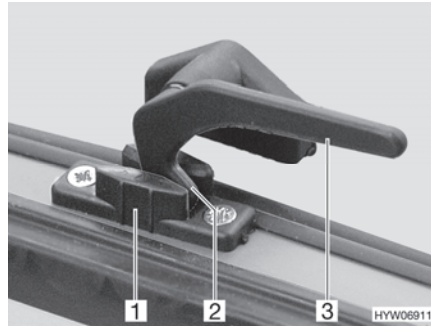

Bild 38 Låsarm i läget "kontinuerlig vädring"
- I läget "kontinuerlig vädring" (Bild 38)
- Sväng låsarmen (Bild 38,3) ett kvarts varv mot fönstrets mitt.
- Vrid tillbaka alla låsarmar. Därvid måste låsspaken (Bild 38,2) föras in i spåret på fönsterlåset (Bild 38,1).